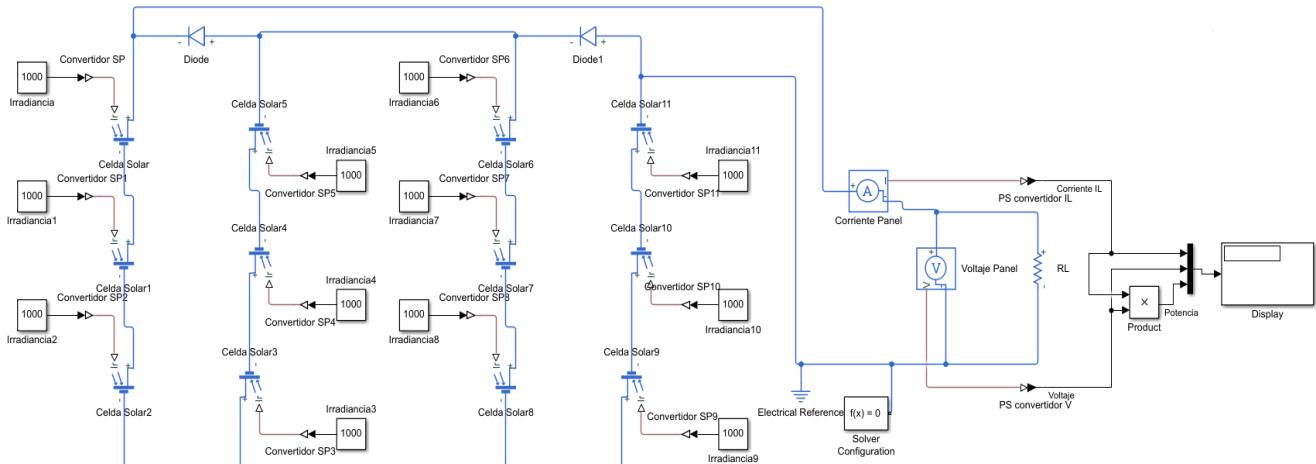

Fig. 52. Diagrama de conexión para la simulación de dos paneles de 30 celdas en serie y 2 diodos de Bypass.
16. Coloque dos bloques *diode* en polarización inversa, ver detalle en **Fig. 52**.